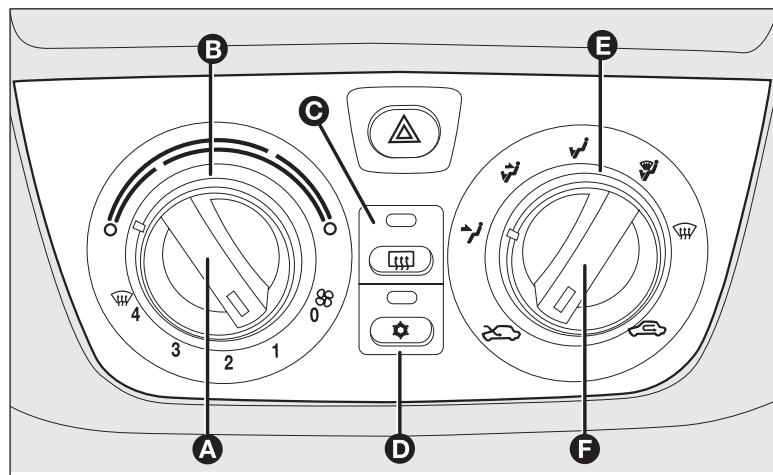

fig. 61
Ruotare verso destra (indice sul settore rosso) la ghiera girevole **B-fig. 61** per aumentare la temperatura o verso sinistra per diminuirla;
- posizionare la ghiera girevole **B-fig. 61** sul settore blu;
Posizionare la manopola **F-fig. 61** su .
- ruotare la ghiera girevole **B**-fig. 61 sul settore rosso;
- disinserire il ricircolo aria interna posizionando la manopola **F**-fig. 61 su ;
Premere il pulsante **C-fig. 61** per attivare questa funzione: l'avvenuto inserimento della funzione è evidenziato dall'accensione del led sul pulsante stesso.
- ruotare la ghiera girevole **B-fig. 61** sul settore blu per selezionare la temperatura;
- disinserire il ricircolo aria interna posizionando la manopola **F-fig. 61** su .